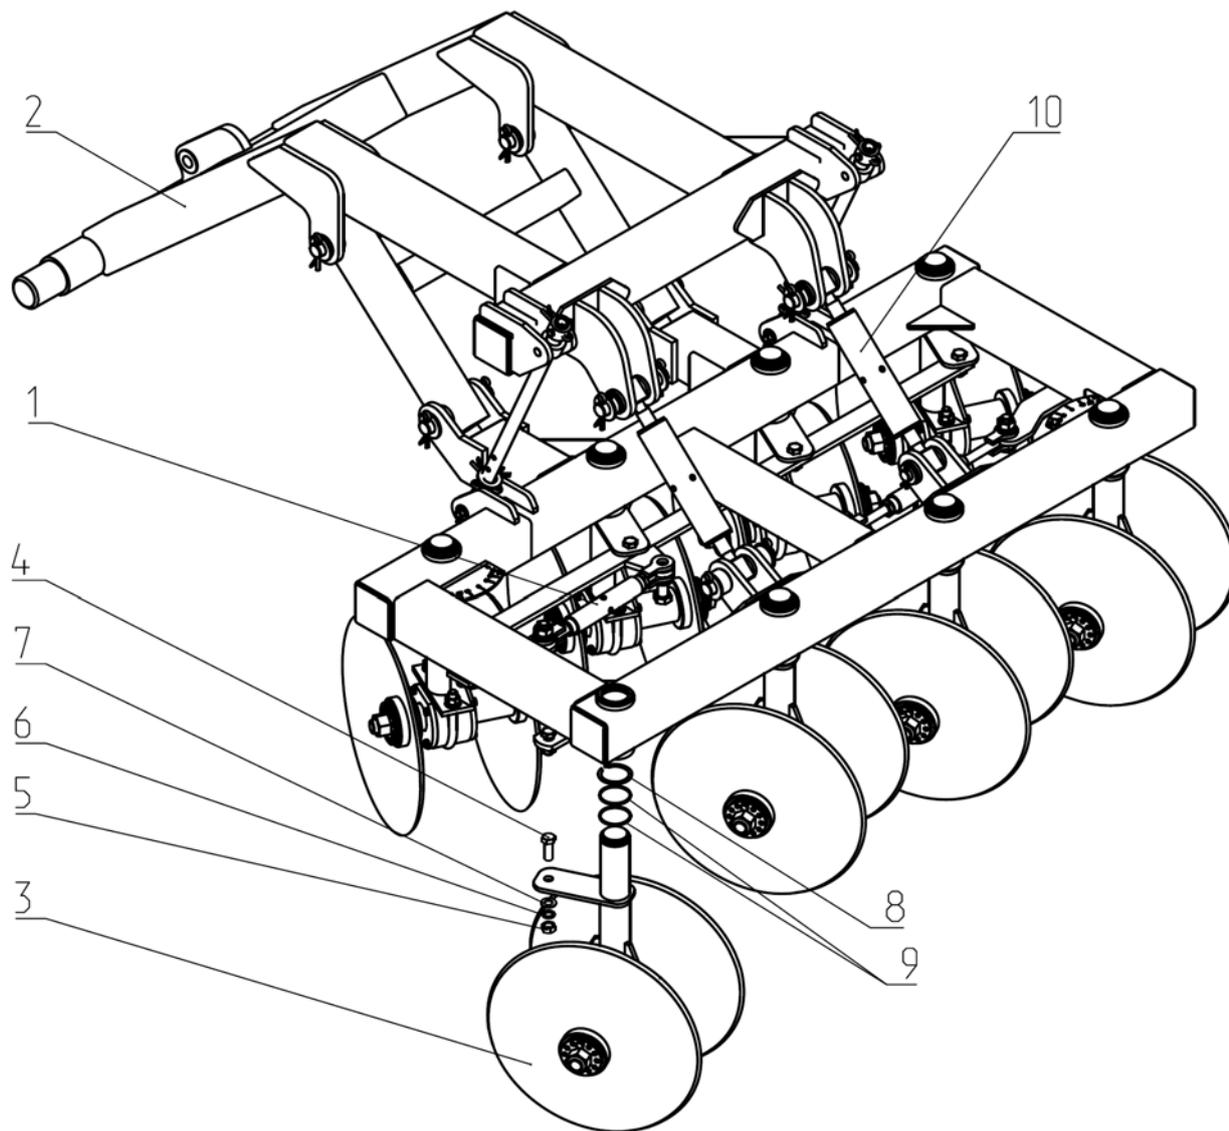
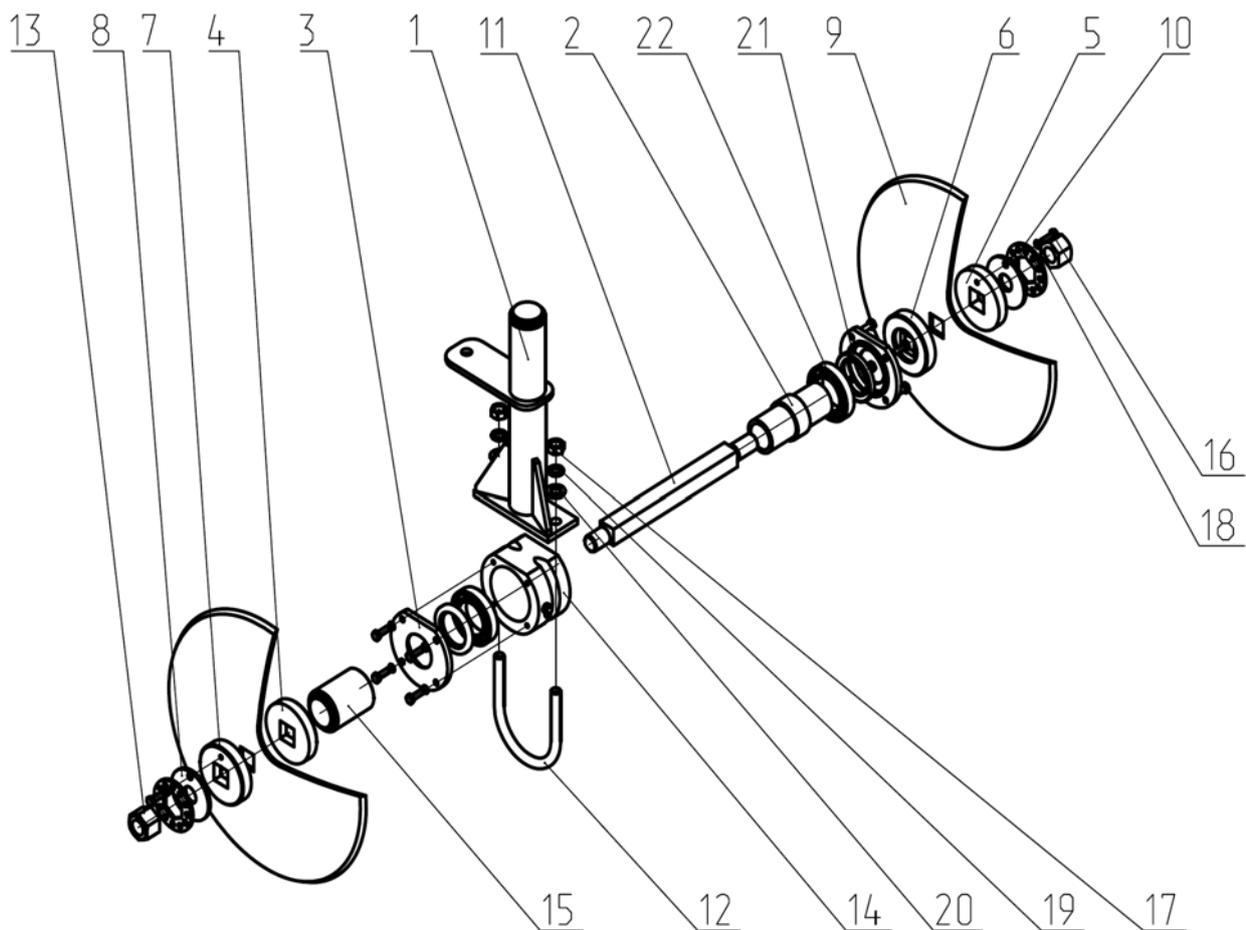

Рис.4. ЛДГ 00.010 Секция центральная в сборе.
Рис.5. ЛДГ 02.060 Рабочий орган.
2.12. Секция центральная в сборе (Рис.4) состоит из рамы несущей 2, с помощью которой она присоединяется к снице при сборке луцильника, перед его эксплуатацией, рабочих органов 3 в количестве 8 штук. Рабочие органы вставляются в раму несущую и крепятся кольцом 8. Кольца 9 служат уплотнением для удержания смазки в полости втулок, в которые вставляются рабочие органы.
2.13. Талреп 1 служит для установки угла атаки. Угол атаки рабочих органов секции центральной выставляется постоянным и равен  $25^\circ$ . Рабочие органы устанавливаются согласно Рис. 4. Втулка натяжителя 10 служит для установки равномерного заглубления переднего и заднего рядов рабочих органов центральной секции.
2.15. Рабочий орган (Рис.5) состоит из стойки 1, закрепленной на раме секции центральной кольцом 8 (Рис.4). Диски 9 собираются на оси 11, вставленной в корпус 14, через втулку 2.
1-ЛДГ 02.802 Корпус в сборе(аналог корпуса Рис. 5); 2-ЛДГ 02.101 Шпилька; 3-ЛДГ 02.404 Упор выпуклый; 4-ЛДГ 02.404-01 Упор выпуклый; 5-ЛДГ 02.405 Упор вогнутый; 6-ЛДГ 02.405-01 Упор вогнутый; 7-ЛДГ 02.406 Шайба; 8-ЛДГ 02.411 Диск; 9-ЛДГ 02.431 Шайба; 10-ЛДГ 02.601 Ось; 11-ЛДГ 02.609 Гайка; 12-Болт М8х25 ГОСТ 7798; 13-Шайба 8.65Г ГОСТ 6402.
1-ЛДГ 02.802-01 Корпус в сборе(аналог корпуса Рис. 5); 2-ЛДГ 02.101 Шпилька; 3-ЛДГ 02.404 Упор выпуклый; 4-ЛДГ 02.404-01 Упор выпуклый; 5-ЛДГ 02.405 Упор вогнутый; 6-ЛДГ 02.405-01 Упор вогнутый; 7-ЛДГ 02.406 Шайба; 8-ЛДГ 02.411 Диск; 9-ЛДГ 02.431 Шайба; 10-ЛДГ 02.601 Ось; 11-ЛДГ 02.609 Гайка; 12-Болт М8х25 ГОСТ 7798; 13-Шайба 8.65Г ГОСТ 6402.